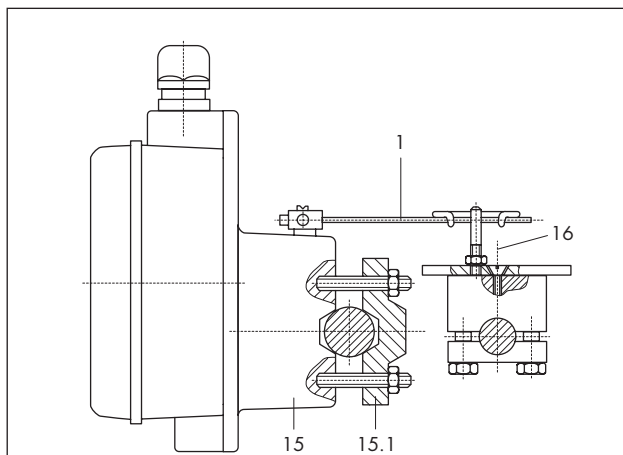

Рис. 12 · Монтаж на стержневой клапан
Монтаж (рис. 12 и 13)
При помощи адаптера (15) позиционеры могут устанавливаться на клапаны с литыми рамами (рис. 3, например, серии 240, 250 или 280), а также со стержневыми рамами (рис. 12). Для последних потребуется еще прижимная плата (15.1).